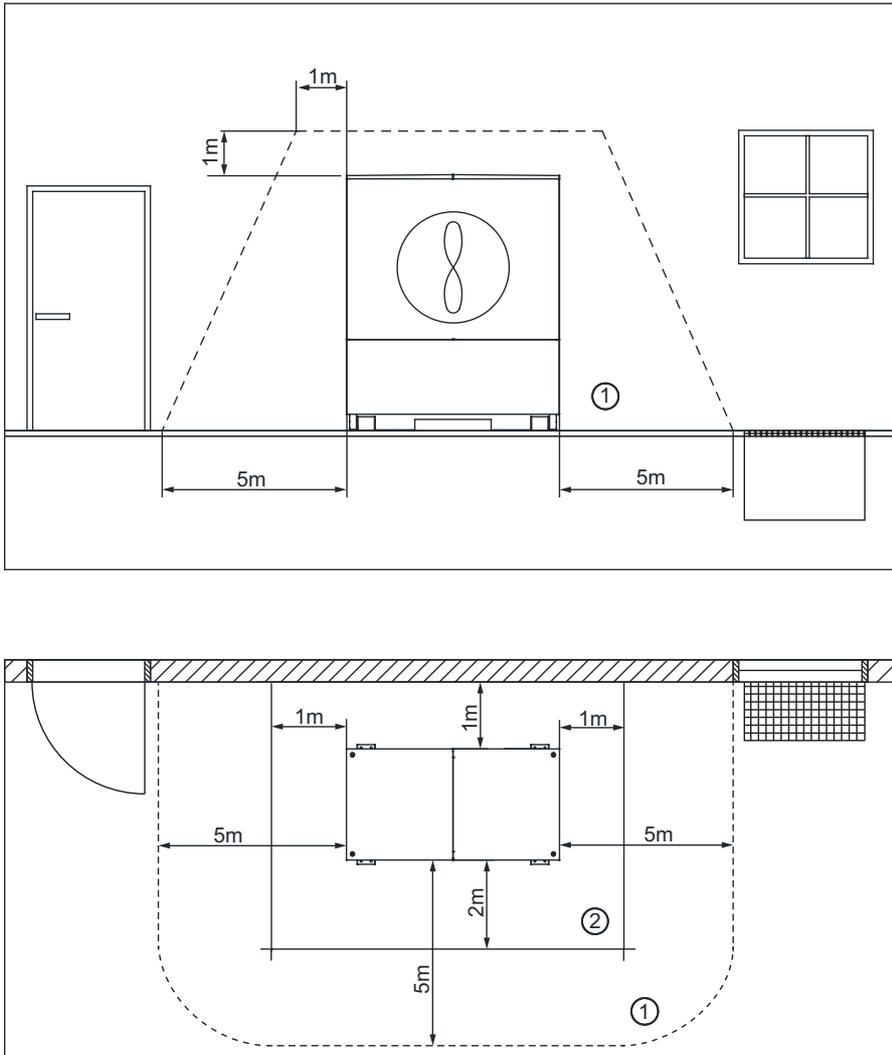
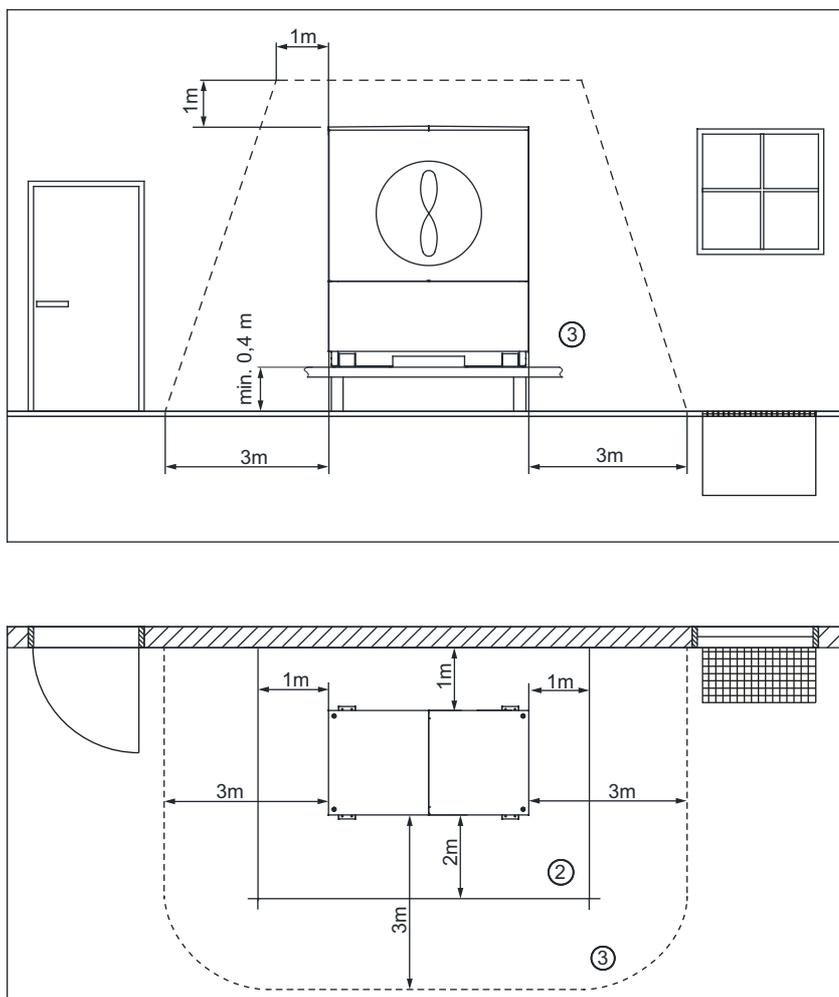

Fig. 6.1: Zona sicura e zona di manutenzione della pompa di calore
Fig. 6.2: Zona sicura e zona di manutenzione della pompa di calore per il montaggio su uno zoccolo
Per l'esecuzione dei lavori di manutenzione occorre mantenere liberamente accessibile un'area apposta ②, ved. Fig. 6.1 a pag. 7 e Fig. 6.2 a pag. 8 con le distanze raffigurate. In caso di installazione di più pompe di calore rispettare le distanze per la manutenzione ② tra le singole pompe di calore.
Mantenere una **zona sicura** ① di 5 metri attorno all'apparecchio (Fig. 6.1 a pag. 7). Questa zona deve essere priva di sorgenti di accensione, finestre, porte, aperture di areazione, lucer-
In caso di montaggio della pompa di calore su uno zoccolo (elevazione) con un'altezza di minimo 40 cm, la zona sicura ③ può essere ridotta a 3 metri attorno alla pompa di calore (Fig. 6.2 a